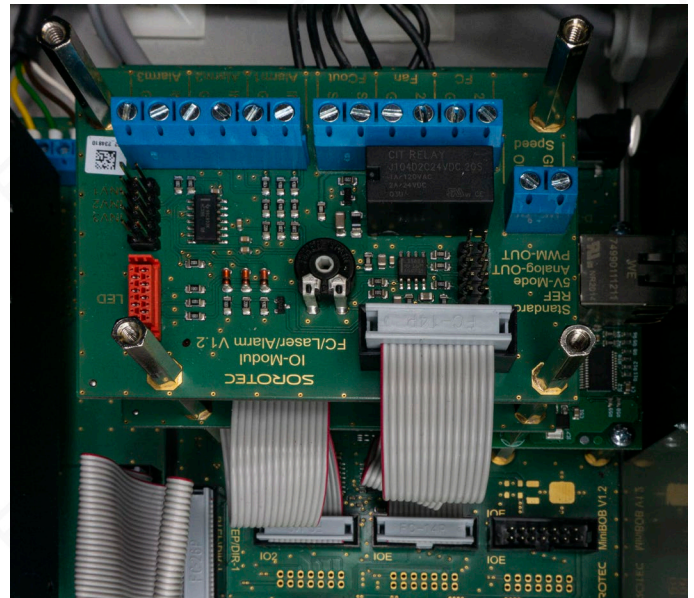

Bild 38: C3 IO-Module Speed montiert und angeschlossen
- Montieren Sie das C3 IO-Module Speed mit den mitgelieferten Distanzhülsen an seinem Platz oberhalb des C3 IO-Module Basic. Siehe Bild 38.